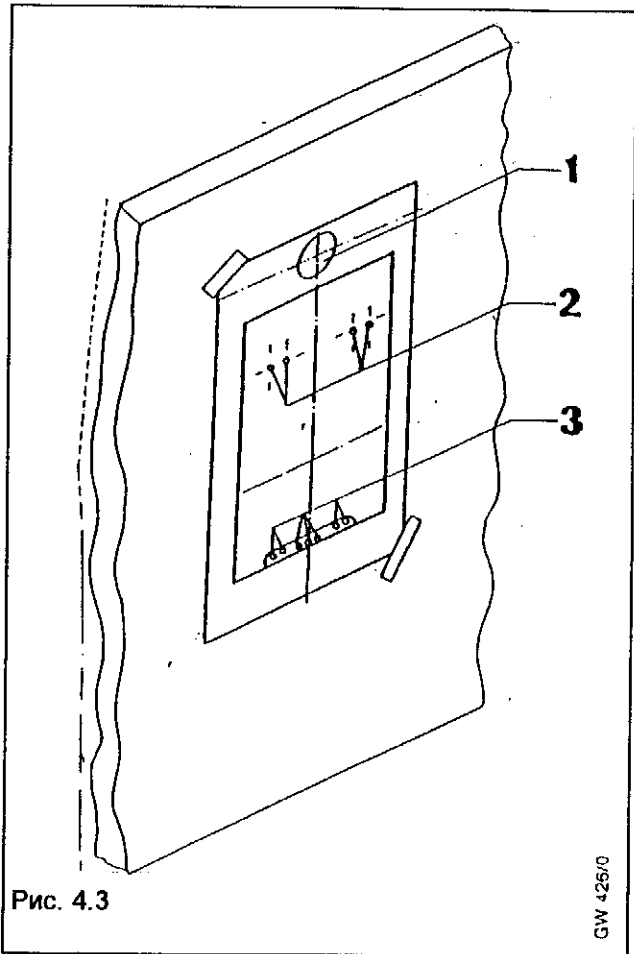

Рис. 4.3
4.3.2 Использование монтажного шаблона (рис. 4.3)